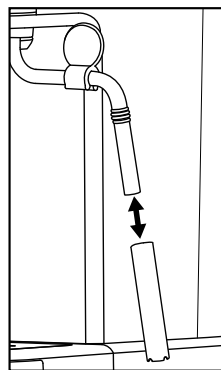

Figura 4
- 5) Sfilare l'involucro del montalatte **10** (Figura 4) e pulirlo accuratamente in acqua calda.
- 7) Far scorrere nuovamente l'involucro sull'ugello (Figura 4).